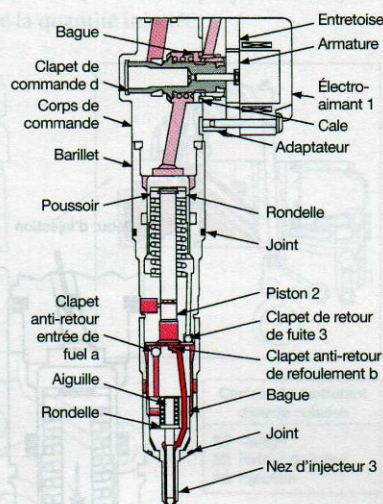

Figure 80.4. Injecteur-pompe Caterpillar HEUI en position fin d'injection, remplissage (Doc. Caterpillar)
Quatre éléments principaux (fig. 80.4) :
Dès la désactivation de l'électro-aimant (1), le clapet de commande (d) obture l'arrivée de la pression d'huile, et ouvre le canal de vidange vers l'intérieur du cache culbuteurs (fig. 80.4).
Le clapet de retour des fuites (fig. 80.4), permet la dépressurisation de la chambre du ressort de piston.